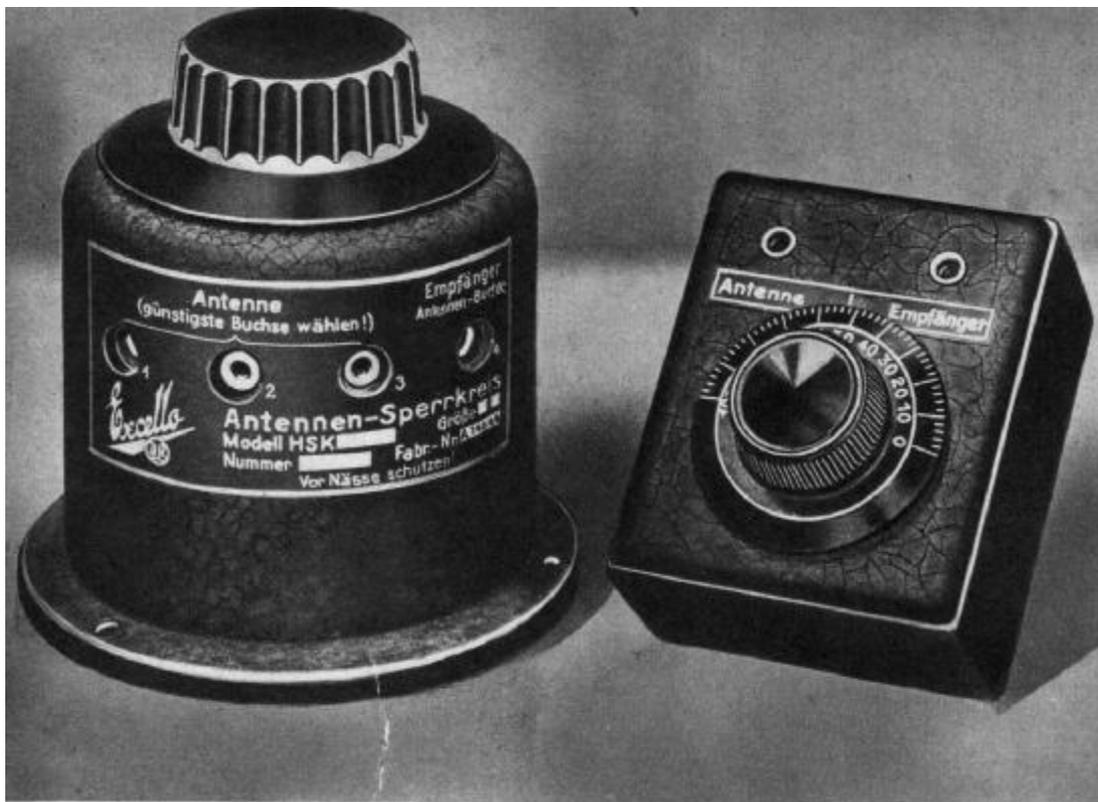

Abb. 131 Industriell hergestellte Sperrkreise
6. Sperrkreisdrehko (Abb. 131) um diese Gradstellung herum nochmals  $+5^\circ$  und  $-5^\circ$  drehen, mehrmals hin und her, ganz scharf aufpassen, auf welcher genau Gradstellung der Lokalsender am allerleisesten ist oder gar ganz unhörbar wird.